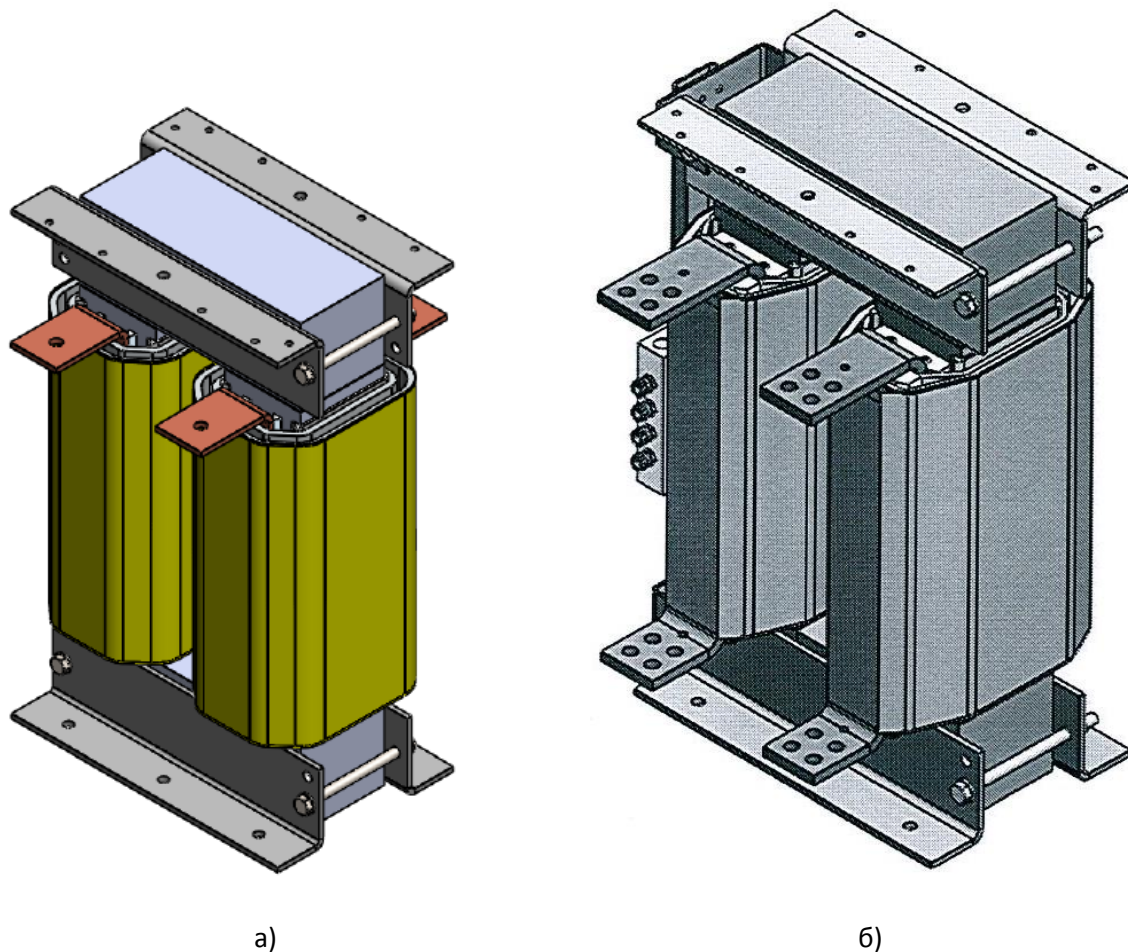

Рис.3. Внешний вид дросселей с воздушным (а) и жидкостным (б) охлаждением
- 3.1. В генераторах мощностью до 1.25 МВт используются дроссели с воздушным охлаждением (Рис.3а), а начиная с мощности 1.6 МВт – с жидкостным (водяным) охлаждением (Рис.3б).
3.2. Дроссель с жидкостным охлаждением имеет 4 канала протока жидкости. Входы и выходы 4-х каналов подведены к раздаточной коробке, которая видна слева сбоку на Рис.3б. На коробке видны 4 входных штуцера каналов охлаждения, а с другой стороны коробки расположены 4 выходных штуцера. Подсоединяя шланговые перемычки к штуцерам, можно включать каналы последовательно или параллельно, а также смешанно. Варианты коммутации каналов охлаждения позволяют оптимально согласовать перепад давления и расход воды дросселя с другой частью системы охлаждения, которая охлаждает полупроводниковый силовой блок.